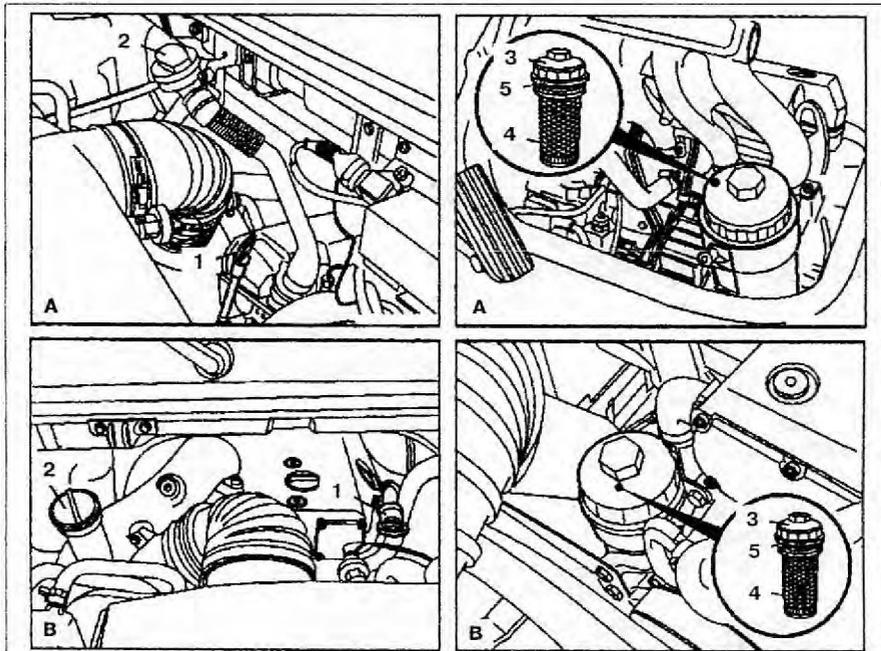

Рис. 1.9. Замена моторного масла:
1. Замените фильтрующий элемент 4 (рис. 1.9).